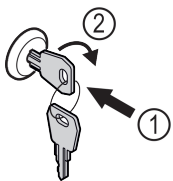

Fig. 129
- ▶ Пъхнете ключа Fig. 129 (1).
- ▶ Завъртете го на 90° по посока на часовниковата стрелка Fig. 129 (2).